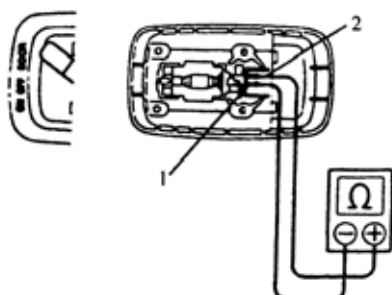

图 9-41
2)当开关工作时，检查端子 1 和端子 2 之间是否导通，如图 9-41 和表 9-22 所示。